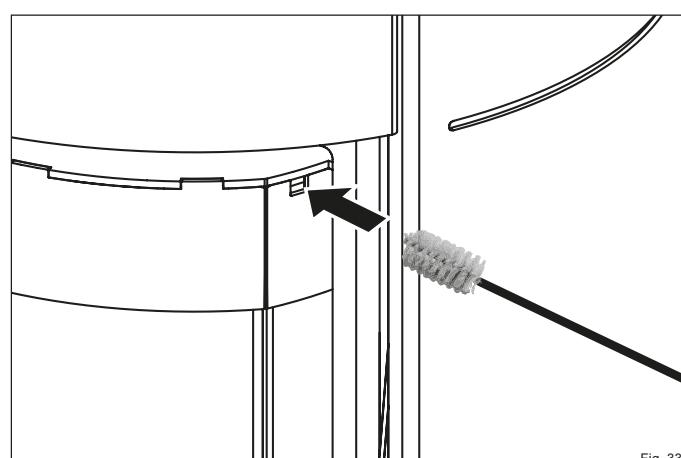

Fig. 33
- Insérez la brosse fournie dans l'ouverture de nettoyage (Fig. 33).